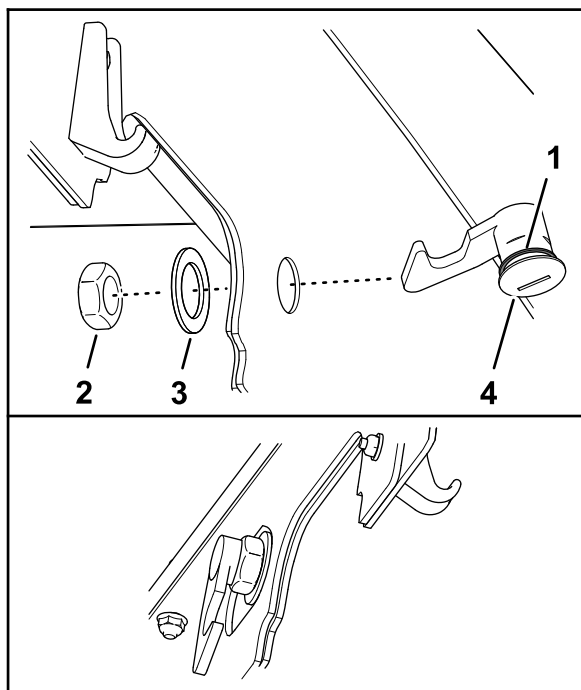

Figura 34
3. Asigurați-vă că garnitura de etanare este montată pe clișeul capotei (**Figura 34**).